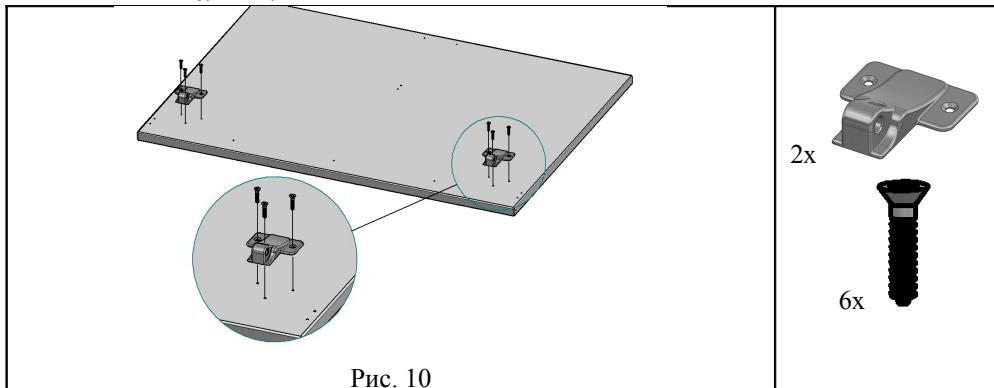

Рис. 10
4.5.1. На столешницу (поз. 5) прикрутить СУТ.11.192. Кронштейн шарнира (поз.1, пакет № 30) при помощи саморезов с потайголовкой 4x16 (поз. 2, пакет №30), см. рис. 10.